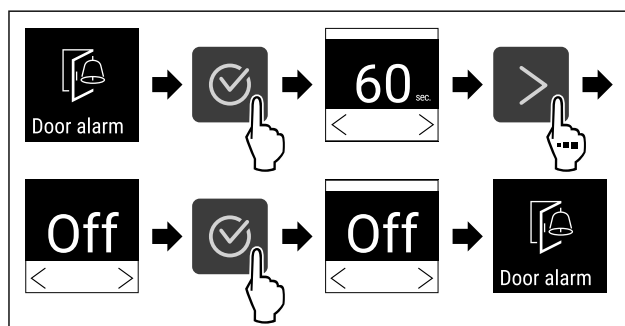

Fig. 88
- Végezze el a gyakorlati lépéseket (lásd Fig. 88).